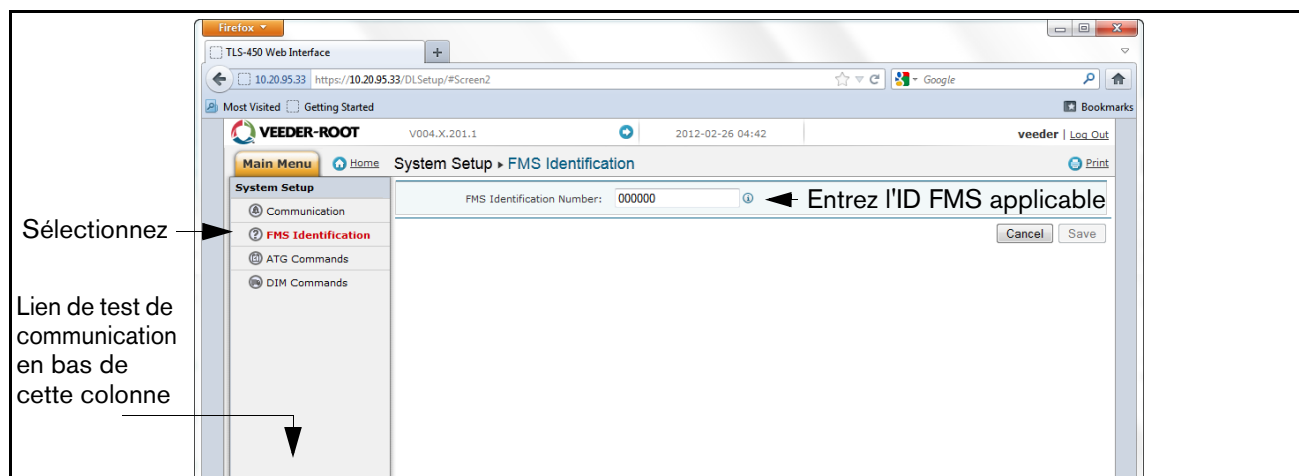

Figure A-14. Exemple d'entrée d'ID FMS
16. Sélectionnez l'écran « Identification FMS » et entrez le numéro à six chiffres d'identification du site FMS. Cliquez ensuite sur le bouton « Enregistrer » (voir la Figure A-14.).